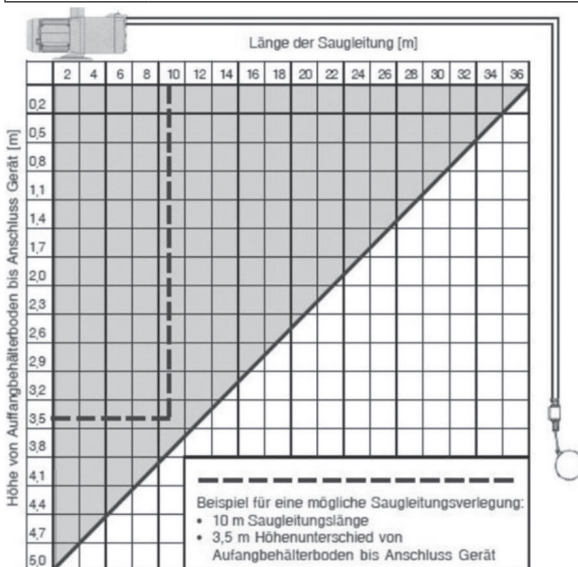

Abb. 8.4.1 Saugdiagramm
- Saugleitung mit dem Sauganschluss 1" AG des Conel Flow Regen-Meisters sach-/ und fachgerecht verbinden (siehe Bild 8.4.1): An der Saugleitung **muss** ein Rücklauf Verhinderer (Rückschlagventil) bauseits angebracht werden;